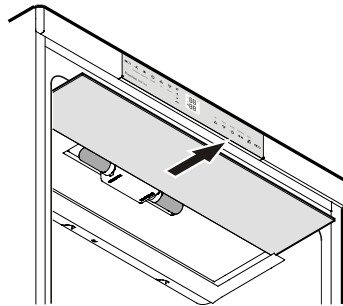

Figure 12
2. Retirer la plaque de verre - **Figure 12**.